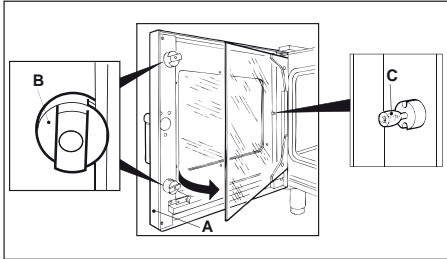

fig. 9
- 1) Aprire la porta del forno (A - fig. 9).
- 2) Ruotare i fermi in plastica (B - fig. 9) di bloccaggio del vetro interno ed aprirlo a libro.
- 3) Sostituire la lampadina (C - fig. 9).